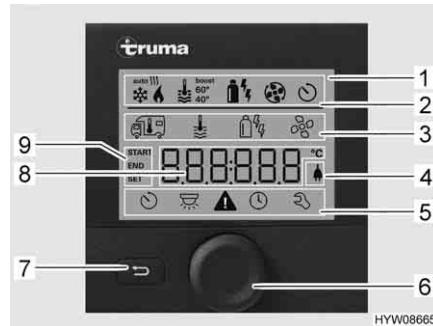
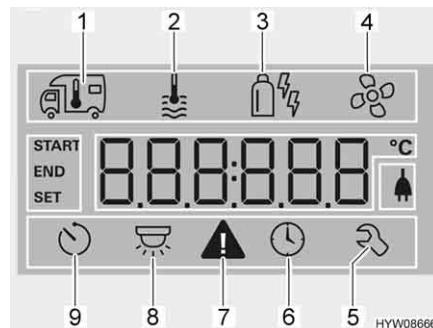

Fig. 120 Centralina di controllo con indicazioni
Fig. 121 Display
- Riga di stato (Fig. 120,2)
- Riga di menu in alto (Fig. 120,3)
- Area di indicazione (Fig. 120,8)
- Riga di menu in basso (Fig. 120,5)
- Premere la manopola/il pulsante (Fig. 120,6) per circa 3 secondi. Vengono visualizzate entrambe le righe di menu (Fig. 120,3 e Fig. 120,5). Il primo simbolo lampeggia.
- Ruotare la manopola/il pulsante (Fig. 120,6), finché viene visualizzato il simbolo del menu desiderato.
- Premere la manopola/il pulsante per memorizzare il valore impostato. Se il valore impostato originariamente non deve essere modificato: Premere il tasto indietro (Fig. 120,7).
- Ruotare la manopola/il pulsante (Fig. 120,6), finché il simbolo del menu del riscaldamento (Fig. 121,1) lampeggia.
- Premere la manopola/il pulsante per memorizzare il valore impostato. Il simbolo nella riga di stato lampeggia (Fig. 120,2), finché viene raggiunta la temperatura impostata. Se il valore impostato originariamente non deve essere modificato: Premere il tasto indietro (Fig. 120,7).
- Ruotare la manopola/il pulsante (Fig. 120,6), finché il simbolo del menu relativo all'acqua calda (Fig. 121,2) lampeggia.
- Premere la manopola/il pulsante per memorizzare il valore impostato. Il simbolo nella riga di stato lampeggia (Fig. 120,2), finché viene raggiunta la temperatura dell'acqua impostata. Se il valore impostato originariamente non deve essere modificato: Premere il tasto indietro (Fig. 120,7).
- Ruotare la manopola/il pulsante (Fig. 120,6), finché il simbolo del menu relativo alla modalità di funzionamento (Fig. 121,3) lampeggiava.
- Premere la manopola/il pulsante per memorizzare la modalità di funzionamento impostata. Se il valore impostato originariamente non deve essere modificato: Premere il tasto indietro (Fig. 120,7).
- Ruotare la manopola/il pulsante (Fig. 120,6), finché il simbolo del menu delle ventole (Fig. 121,4) lampeggia.
- Ruotare la manopola/il pulsante (Fig. 120,6), finché il simbolo del menu del timer (Fig. 121,9) lampeggia.
- Premere la manopola/il pulsante. Il timer è attivato. Il simbolo del timer (Fig. 121,9) lampeggia quando il timer è programmato e attivo.
In caso di avviso, il relativo simbolo lampeggia (Fig. 121,7). Il riscaldamento rimane in funzione. Se si tratta solo di un guasto temporaneo, il simbolo di avvertimento si spegne autonomamente.